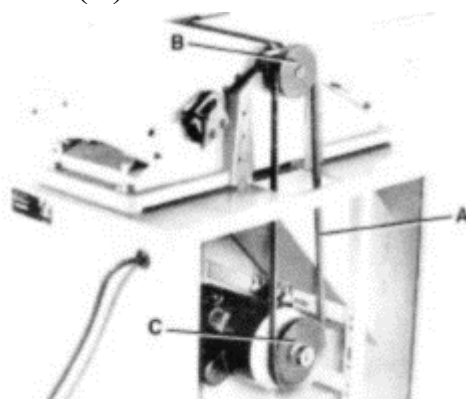

Рис. 9 Сборка ремня
1. Поместите ремень (А), Рис. 9, внутрь пазов шкива фрезерной головки (В) и шкива двигателя (С).